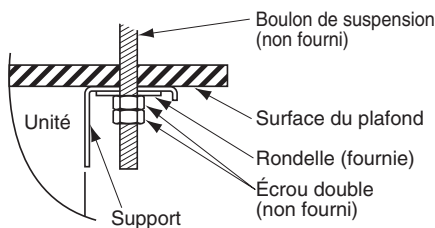

Fig. 3-14
- (6) Effectuer les préparatifs pour suspendre l'unité intérieure. La méthode de suspension varie selon qu'il y a un plafond suspendu ou non. (Figs. 3-14 et 3-15)
- (7) Suspendre l'unité intérieure comme suit :
- a) Installer le support sur le boulon de suspension. Le coller sur la surface du plafond. (Fig. 3-14~3-16)